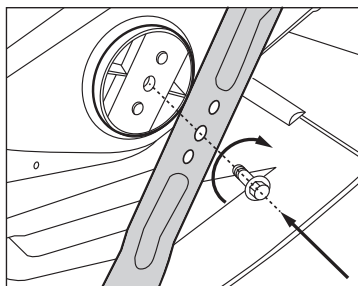

Рис. 14
5. Закрепите новый нож болтом, подложив под него шайбу. Обратите внимание на то, чтобы нож был правильно ориентирован (рис. 14).